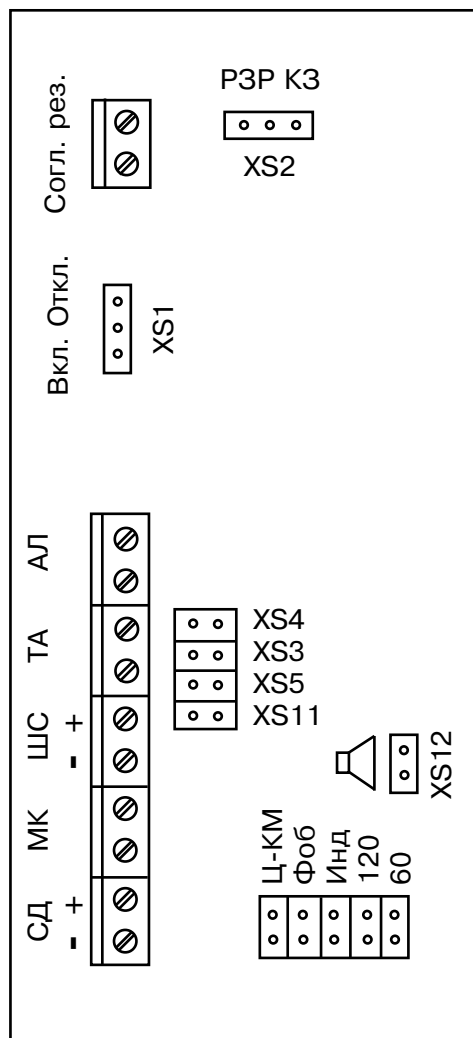

Рис. 2
4.9. Для обеспечения работы прибора совместно с ПЦН "Фобос" к прибору необходимо дополнительно подключить согласующий резистор  $12 \text{ кОм} \pm 5 \%$  (см. рис.2).
2. Согласующий резистор установите в колодку в соответствии с рис.2.
5.3. Произведите подключение прибора согласно маркировке колодок, приведенной на рис. 2, выполнив следующую последовательность действий: